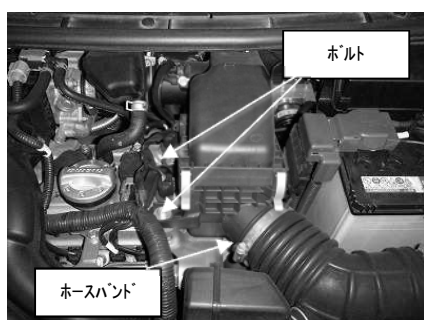

図1
1)ボルト2ヶ所、ホースバンド2ヶ所、クリップ1ヶ所、エアフロセンサーを外し、純正クリーナーBOX取り外して下さい。図1、2、3参照